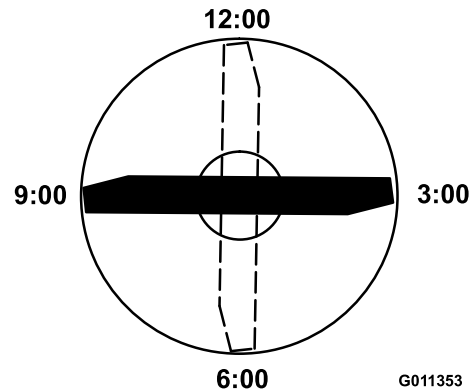

図 127
4. ブレードの印の付いているほうの端部を12時の位置車両進行方向に向け図 127、作業台の表面からブレードの切っ先までの高さを測定する。
5. 印の付いている端部を3時の位置と9時の位置に向けて図 127 それぞれ高さを測定する。